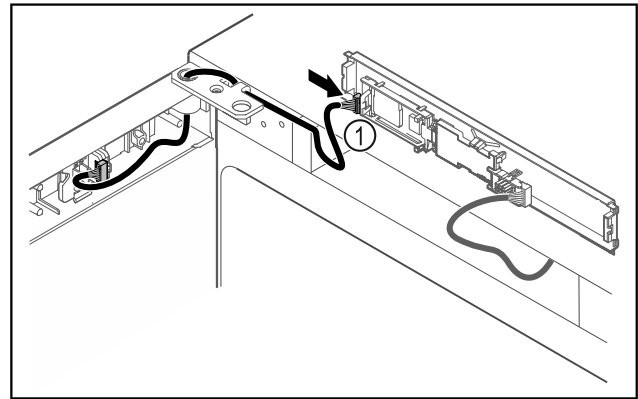

Fig. 45
- Collegare il connettore Fig. 45 (1) sulla scheda.